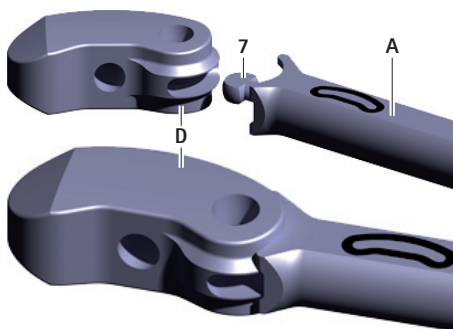

Fig. 2 Conectar o implante de ensaio no instrumento introdutor
- Conectar o implante de ensaio D ao diedro 7 do instrumento introdutor A, ver Fig. 2. Ter em atenção o alinhamento do implante de ensaio (orientação por meio da inscrição no instrumento introdutor).